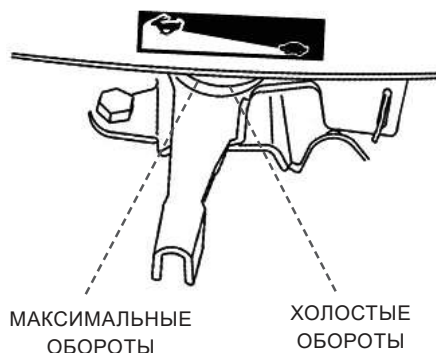

Рис. 8. Положения рычага газа
4. Переведите рычаг газа на 1/3 хода в сторону положения максимальных оборотов двигателя (Рис. 8).